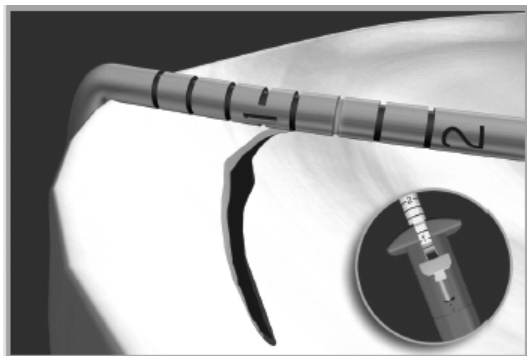

図 3 デプスリミッターとデプスプローベを使用して深度を設定します。
1. 半月板デプスプローベを使用して、適切な深度を決定します。半月板滑膜接合部にプローベの先端を置き、デリバリーニードルの任意の刺入箇所半月板の幅を測定します。平均サイズの膝関節の場合は、14 mm の深さで通常は十分です。デプスペネトレーションリミッターのボタンを押して、デプスリミッターを適切な長さに調節します (図 3)。この長さは関節の外側または内側で調節することができます。ニードル先にあるレーザーマークも参考として使用できます (図 4)。